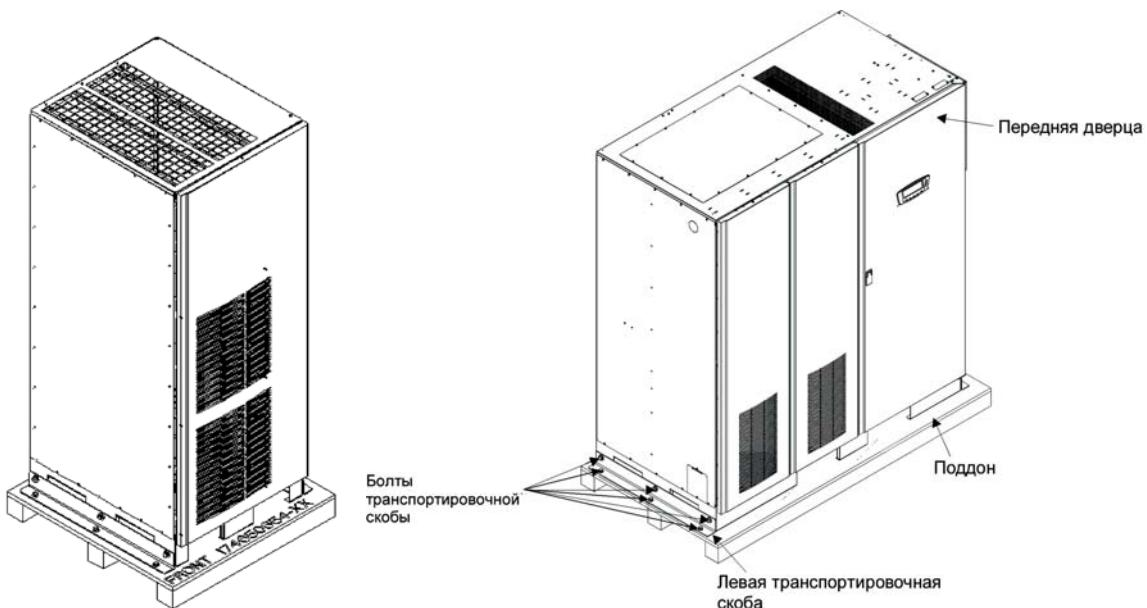

Рис. 4-1. Отсоединение левой транспортировочной скобы
- Извлеките три болта, крепящие левую сторону транспортировочной скобы к шкафу, и три болта, крепящие скобу к поддону (см. Рис. 4-1 и Рис. 4-3). Снимите левую транспортировочную скобу. При перманентной установке шкафа сохраните транспортировочную скобу и болты для последующего применения.
10. Используя имеющиеся болты снова прикрепите транспортировочные скобы, снятые в шагах 2-3, с левой и правой стороны шкафа таким образом, чтобы уголок смотрел наружу (см. Рис. 4-1 и Рис. 4-2). Это можно сделать только после выполнения всех монтажных работ для FI-UPM, ISBM и 3xUPM (см. Разд. 4.3).
1. Откройте защелку на передней дверце и откройте дверцу (см. Рис. 4-1 на стр. 37).